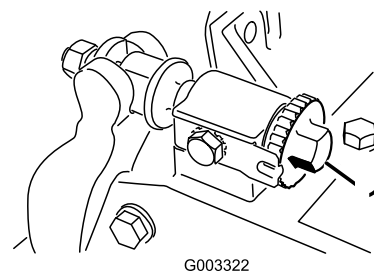

図 22
1. ベッドナイフ調整ノブ（図 22）を左に回して、ベッドナイフとリールの接触を完全になくす。